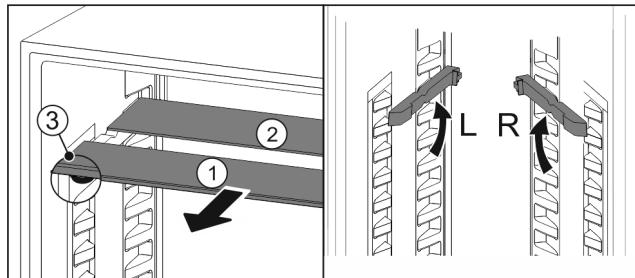

Fig. 126
- ▶ 将玻璃隔板逐个向前拉出 Fig. 126 (1)。
- ▷ 带装饰条的玻璃隔板 Fig. 126 (1) 在前。
- ▷ 阻挡装置 Fig. 126 (3) 指向下方。